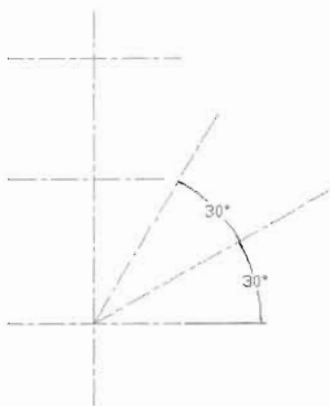

图 4-195
(5) 选择辅助线最下面的交点为起点, 绘制与水平辅助线呈 30° 和 60° 夹角的辅助线, 命令执行过程如下, 绘制结果如图 4-195 所示。